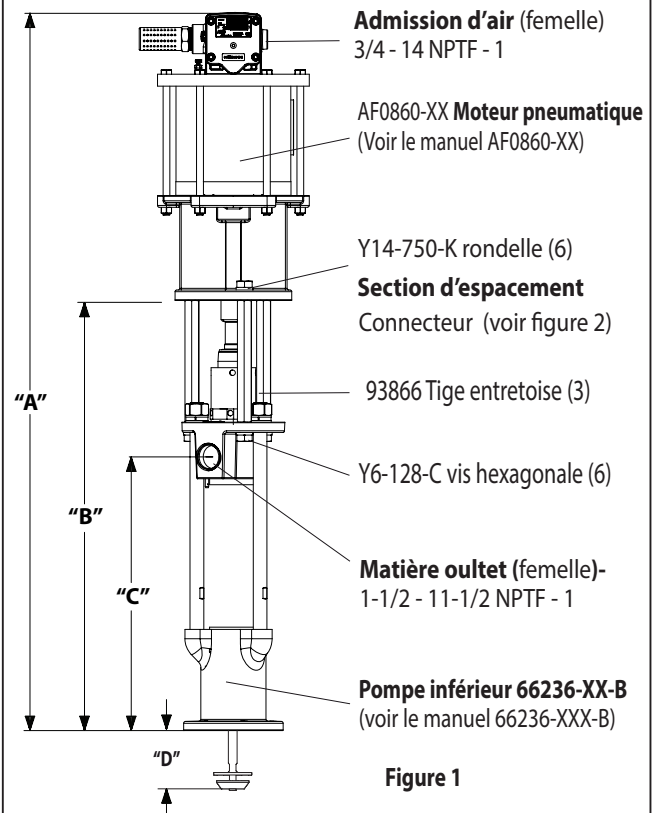

Figure 1
2. Retirez les trois vis de blocage (Y6-128-C) et lock (Y14-750-K) rondelles de trois (93866) tiges d'espacement (voir figure 1).